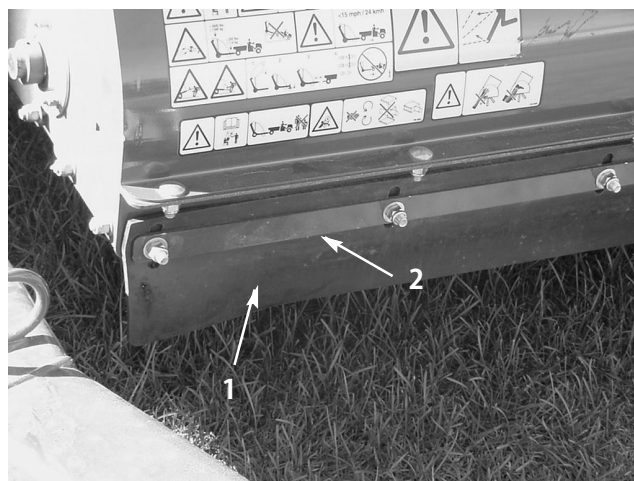

図31
1. ブラシ・ハウジングに金属製ストラップと前フラップを固定しているナットをゆるめる (図31)。